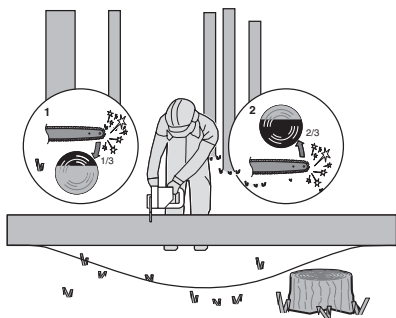

Figure 5
Lorsque le tronc est soutenu par les deux extrémités, comme illustré à la Figure 5, coupez 1/3 du diamètre depuis le haut (coupe par le haut) (1). Ensuite, pratiquez la coupe de finition depuis le bas sur les 2/3 inférieures (2) pour rejoindre la première coupe.